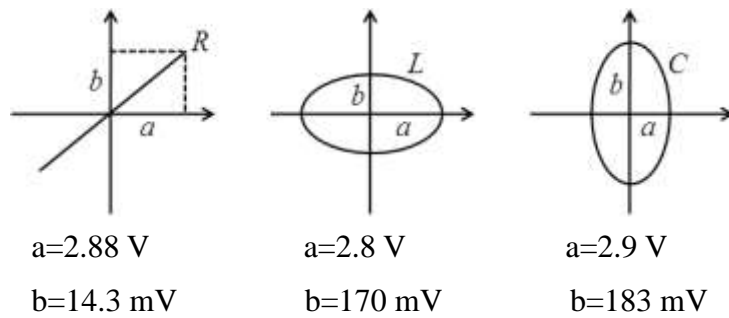

图 5.4
- 3) 记录图 5.4 中标记的 a 、 b 的数值，并将数据标记在图 5.5 上相应位置。